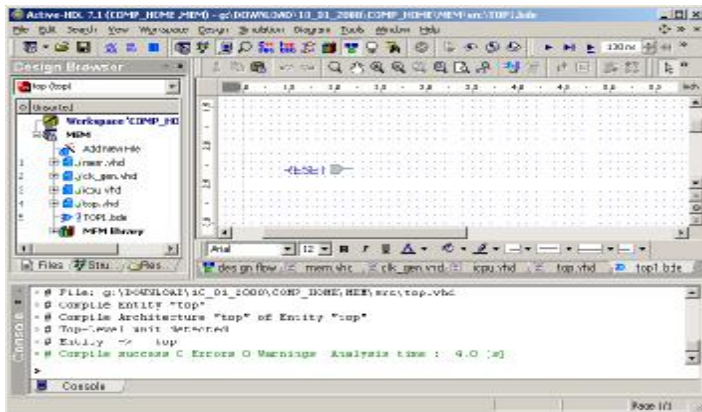

Рисунок 2.11 – Шаблон логічної схеми
- 2.5.6 У вікні **Design Browser** з'явиться новий файл – **top.bde**. Шаблон нової логічної схеми буде автоматично завантажений у вікно редактора BDE (див.рис. 2.11). Він містить тільки один раніше оголошений порт **reset**.